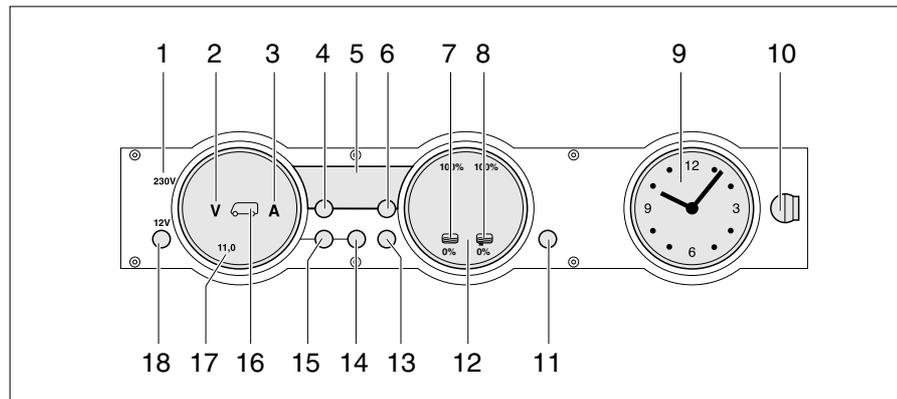

Bild 170 Panel MP 20-T
Die 230-V-Kontroll-Leuchte (Bild 170,1) leuchtet, wenn am Eingang des Elektroblocks Netzspannung vorhanden ist.
Der 12-V-Hauptschalter (Bild 170,18) schaltet das Panel und die 12-V-Versorgung des Wohnraums ein und aus.
- Taste "12 V" (Bild 170,18) kurz drücken. Die 12-V-Versorgung des Wohnraums ist eingeschaltet. Die Kontroll-Anzeige "12 V" leuchtet.
- ▷ Wenn nach dem Einschalten die LED "11,0" der Voltanzeige sowie das Symbol Volt "V" (Bild 170,2) im Anzeigeelement Batterien (Bild 170,17) blinken, dann ist die Spannung der Wohnraumbatterie zu gering. Batterie laden.
- ▷ Wenn nach dem Einschalten die Kontroll-Anzeige "12 V", das Symbol Wohnraumbatterie (Bild 170,16) und das Symbol Volt "V" (Bild 170,2) dreimal blinken, dann ist die Batterietrennung aktiviert. Batterietrennung deaktivieren.
- Taste "12 V" (Bild 170,18) kurz drücken. Die 12-V-Versorgung des Wohnraums ist ausgeschaltet. Die Kontroll-Anzeige "12 V" erlischt.
- Taste Wohnraumbatterie (Bild 170,14) drücken und ca. 10 Sekunden lang gedrückt halten. Die Symbole Volt "V" (Bild 170,2) und Ampere "A" (Bild 170,3) blinken dreimal. Die Wohnraumbatterie ist vom 12-V-Bordnetz getrennt.
- Taste "12 V" (Bild 170,18) drücken und ca. 5 Sekunden lang gedrückt halten. Das Symbol Volt "V" (Bild 170,2) blinkt dreimal. Die Wohnraumbatterie ist mit dem 12-V-Bordnetz verbunden. Die Kontroll-Anzeige leuchtet nach ca. 2 Sekunden.
- Taste Wohnraumbatterie "🔋" (Bild 170,14) drücken. Das Symbol Volt "V" (Bild 170,2) leuchtet. Das Symbol Ampere "A" leuchtet je nach Ladung oder Entladung weiß bzw. rot. Die Batteriespannung und der Strom der Wohnraumbatterie werden über die LEDs im Anzeigeelement angezeigt.
- Taste Starterbatterie "🔋" (Bild 170,15) drücken. Das Symbol Volt "V" (Bild 170,2) leuchtet. Die Batteriespannung der Starterbatterie wird über die LEDs im Anzeigeelement angezeigt.
- Taste Tanks  (Bild 170,13) drücken. Die Symbole Wassertank  (Bild 170,7) und Abwassertank  (Bild 170,8) leuchten. Die Füllstände des Wassertanks (linke Skala) und des Abwassertanks (rechte Skala) werden über die LEDs im Anzeigedisplay angezeigt.
Das Symbol Volt "V" (Bild 170,2) und die LED "11,0" blinken, sobald die Spannung der Batterie 11 V (Messung bei laufendem Betrieb) unterschreitet und damit Tiefentladung droht.
Das Symbol Wassertank  (Bild 170,7) oder das Symbol Abwassertank  (Bild 170,8) blinkt, wenn der Wassertank leer oder der Abwassertank voll ist.